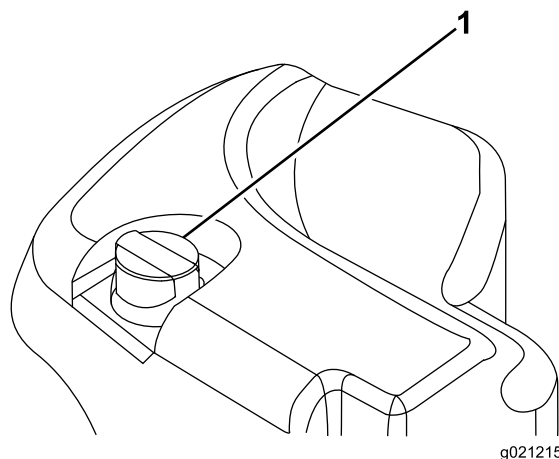

Figure 32
2. Nettoyez la surface autour du goulot de remplissage et du bouchon du réservoir hydraulique (Figure 32).